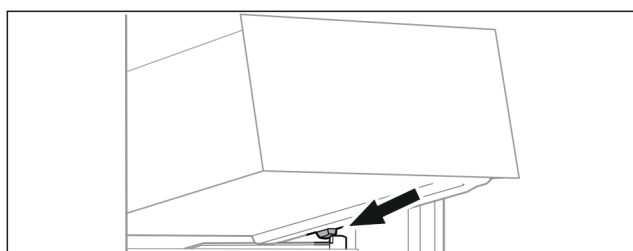

Fig. 69
- ▶ Założyć szufladę pod skosem za stoperami na żebro pojemnika. (patrz Fig. 69)